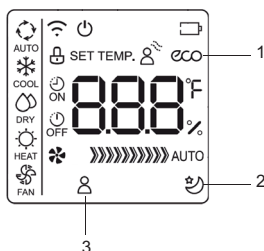

fig. 6 -
- Praca praca "ECO"** (część 1 "fig. 6 -") (na wyświetlaczu urządzenia wewnętrznego pojawia się komunikat "E--C--O" z pojawiającymi się po sobie literami, po których następuje wskazanie ustawionej temperatury). Funkcję "oszczędzania energii" można aktywować tylko w trybie chłodzenia, naciskając przycisk "ECO". Jeśli temperatura zadana jest niższa niż 24°C, włączenie trybu "ECO" automatycznie zmienia temperaturę zadaną na 24°C, a prędkość obrotową wentylatora na "Auto", aby oszczędzać energię. Jeśli wartość zadana temperatury jest wyższa niż 24°C, przy włączonym trybie "ECO", wartość zadana temperatury nie jest zmieniana, a prędkość obrotowa wentylatora jest ustawiona na "Auto". Aby wyjść z trybu pracy "ECO", należy nacisnąć przycisk "ECO", wybrać inny tryb pracy lub obniżyć wartość zadaną temperatury do wartości niższej niż 24°C..
- Praca w trybie SLEEP (Sen)** (poz. 2 "fig. 6 -"). Przytrzymaj przycisk „ECO” przez 2 sekundy, aby włączyć tryb „SLEEP” w tryb pracy nocnej, o czym informuje pojawienie się odpowiedniego symbolu na wyświetlaczu. Temperatura nastawy wzrasta (działanie w trybie chłodzenia „COOL”) lub obniża się (działanie w trybie ogrzewania „HEAT”) zgodnie z wcześniej ustawionymi skokami co 1°C o maksymalnie 2 °C. Funkcja SLEEP kończy się automatycznie po 8 godzinach, a urządzenie kontynuuje pracę z ostatnią wartością zadaną. Funkcja ta nie jest dostępna w trybach pracy "FAN" (wentylacja) i "DRY" (osuszanie).
- Praca w trybie „FOLLOW ME”** (Idź za mną) (poz. 3 "fig. 6 -"). Można ustawić w trybie działania HEAT - AUTO - COOL. Pilot przesyła automatycznie co 3 minuty sygnał odczytanej przez siebie lokalnej temperatury do klimatyzatora. Temperatura taka jest uwzględniana podczas sterowania urządzeniem. Pilot musi mieć możliwość wymiany sygnału z urządzeniem. Jeśli klimatyzator nie otrzymuje sygnału z pilota przez 7 minut, przestanie uwzględniać taką wartość i powróci do uwzględniania wartości odczytanej przez sondę w urządzeniu.